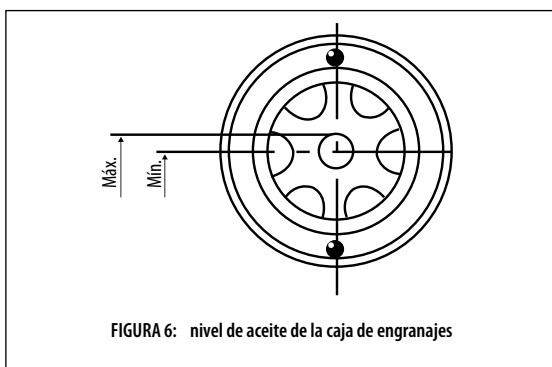

FIGURA 6: nivel de aceite de la caja de engranajes
3. Compruebe que el aceite esté en el nivel correcto en la caja de engranajes. El exceso de aceite hará que la caja de cambios se sobrecaliente (ver Figura 6).